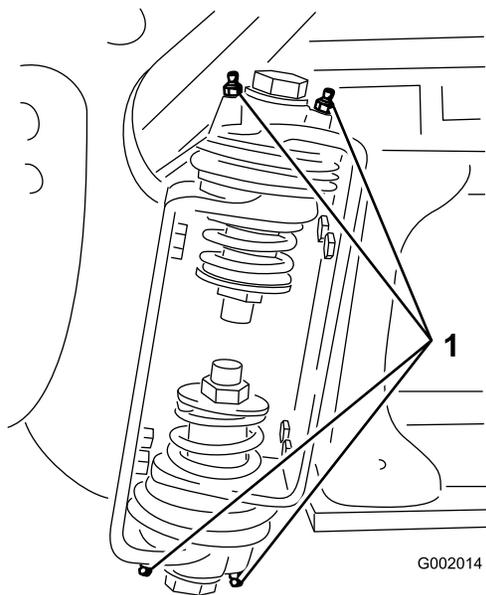

Рисунок 63
2. Закачайте консистентную смазку в подшипник или втулку через каждую масленку (Рисунок 63).